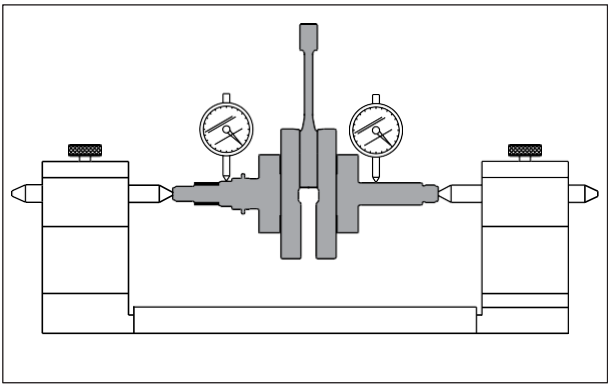

Fig. 3.153
- Monte el cigüeñal en los bloques en “V”. Ubique el comparador de caratula en las posiciones como se muestra en la imagen y mida la deformación. La deformación debe ser menor al límite de servicio. (Fig. 3.153)